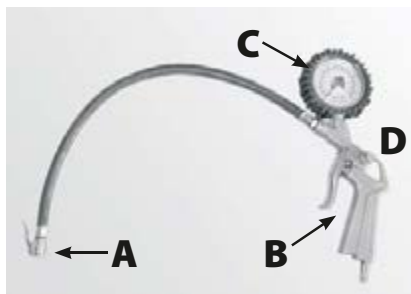
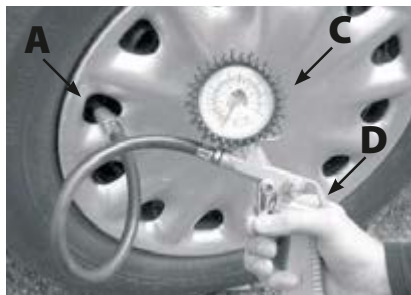

Рис. 13
Рис. 15
2. При накачивании автомобильных и большинства велосипедных шин к шлангу не требуется подсоединять никаких дополнительных переходных устройств (рис. 13). Нажмите на язычок **A** и подсоедините шланг непосредственно к шине, надев штуцер на ниппель (рис. 15) и отпустив язычок.
4. Нажав на рычаг **B**, начинайте надувать шину, следя за показаниями манометра **C** (рис. 15). Если давление оказалось больше требуемого, шину можно слегка сдуть, нажав на кнопку **D** (рис. 15).